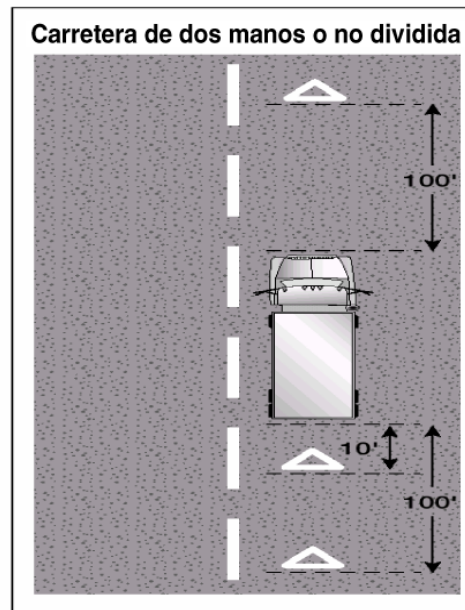

Figura 2.9
- Si se detiene en una carretera de dos carriles con tráfico en ambas direcciones, o en una autopista que no esté dividida, coloque los dispositivos de alerta a una distancia de 10 pies (3 metros) de los extremos delanteros y traseros del vehículo para marcar su ubicación, y a 100 pies (30 metros) delante y detrás de su vehículo, en el arcén o en el carril donde se detuvo. *Ver figura 2.9.*